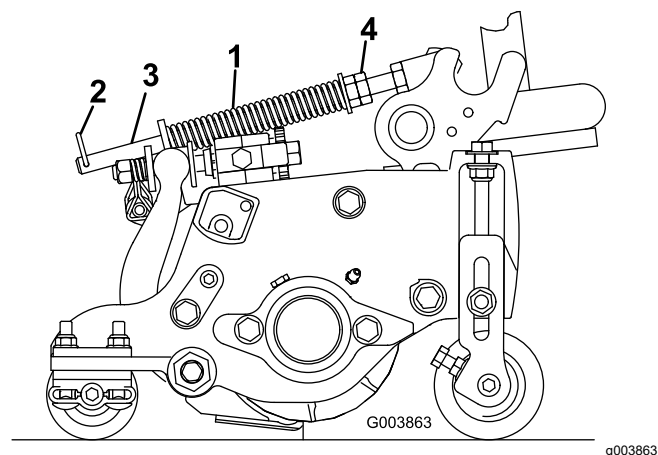

Figure 39
Le ressort de compensation (Figure 39) transfère le poids du rouleau avant au rouleau arrière. Cela évite la formation d'ondulations à la surface de la pelouse.
1. Vérifiez que la goupille fendue est insérée dans le trou de la tige de ressort (Figure 39).
2. Serrez les écrous hexagonaux à l'extrémité avant de la tige de ressort jusqu'à ce que la longueur du ressort comprimé soit égale à 16 cm (6,25 po); voir Figure 39)